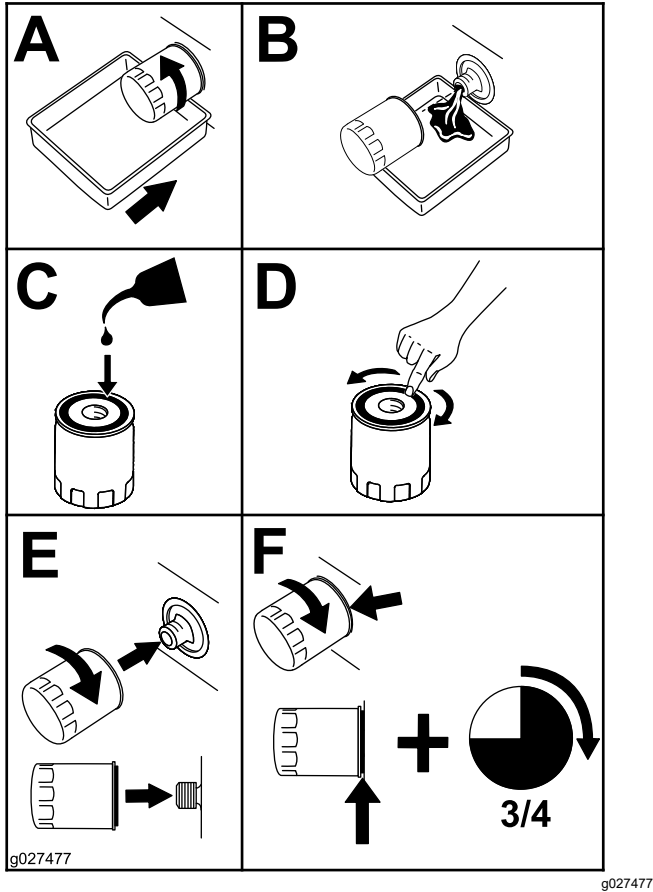

Figure 39
- Remplacez le filtre à huile moteur (Figure 39).